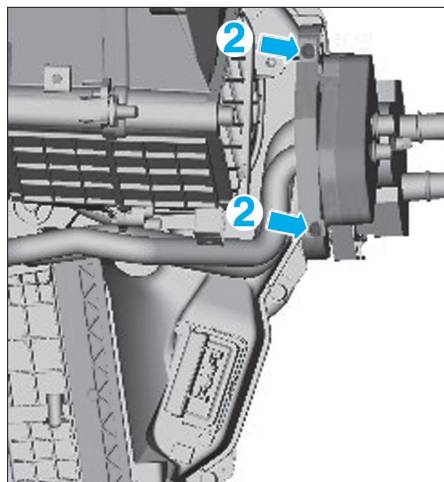

Fig. 18
- Déposer les vis (2) (Fig.18).